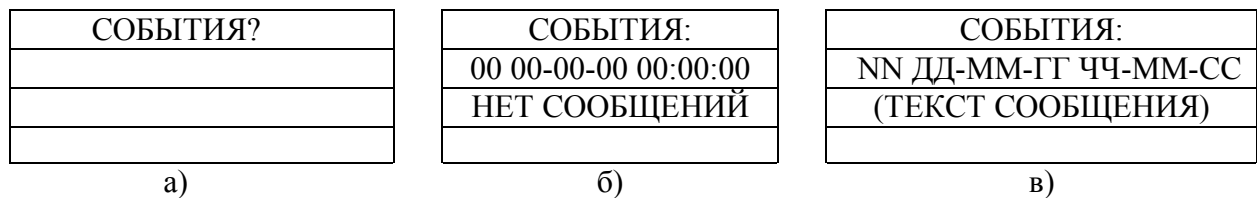

Рисунок 2.4 - Примеры экранов при работе в меню "СОБЫТИЯ ?"
Аварийная и технологическая информация, представленная сообщениями в формате [№№_ДАТА_ВРЕМЯ_ текст сообщения], просматривается и квитируется после выбора пункта меню "СОБЫТИЯ?" (рисунок 2.4а). Во второй строке индикатора отображается:
- №№ - порядковый номер неквитированного сообщения, на текущий момент времени (рисунок 2.4в);